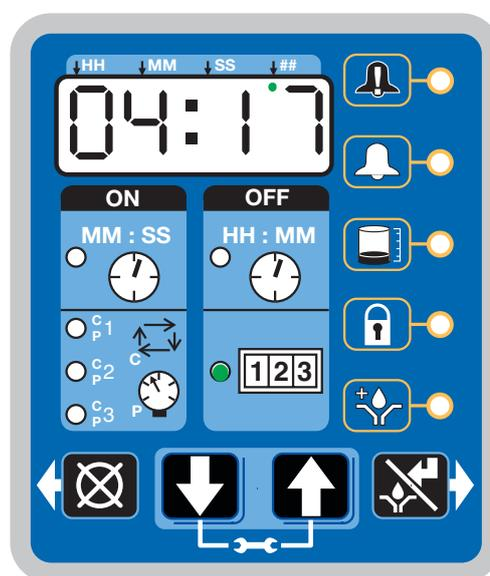

FIG. 54
- Si illumina il LED vicino a 1-2-3 (Fig. 54).
L'esempio fornito in FIG. 54 mostra che rimangono 4 ore e 17 minuti prima che si verifichi un malfunzionamento o il passaggio in Modalità lubrificazione (pompa ACCESA).